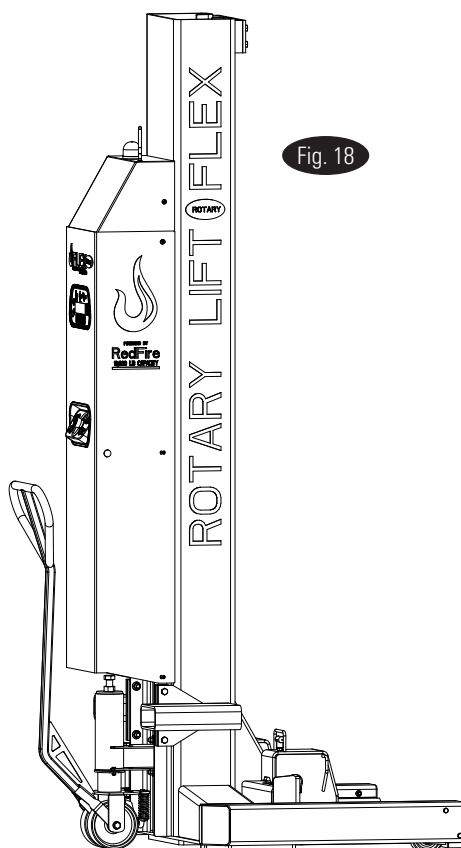

Fig. 18
- b.) El mango de ruedas bloquea las ruedas cuando el mango se gira a la posición vertical, Fig.18.